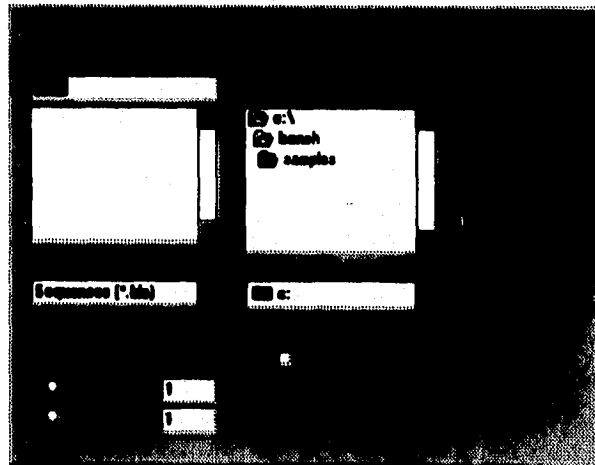

Figura 4.49
1. Seleccionar Setup/Test Automation... de la barra de menú. Aparecerá el cuadro de diálogo TEST AUTOMATION como el que se muestra en la Figura 4.49.